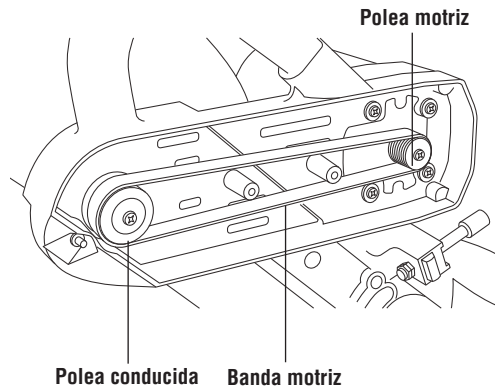

Figura 44. Cambios de banda
3. Corte y quite la banda gastada (Figura 44). Antes de instalar la nueva, limpie muy bien las dos poleas.